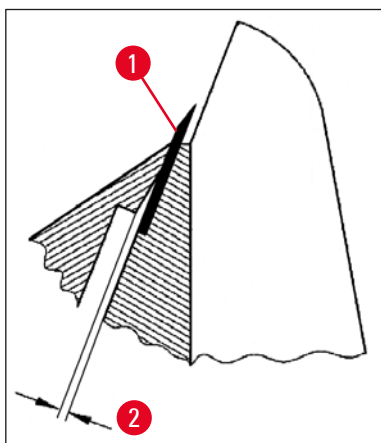

Bild 37
- Använd skruven (→ Bild 36-4) för att justera tryckplattan (→ Bild 36-2), så att bara tryckplattans övre kant ger ett tryck mot bladet. Det måste finnas ett synligt spel (→ Bild 37). Det behövs en liten skruvmejsel (cirka 3,0 x 70) för att justera.